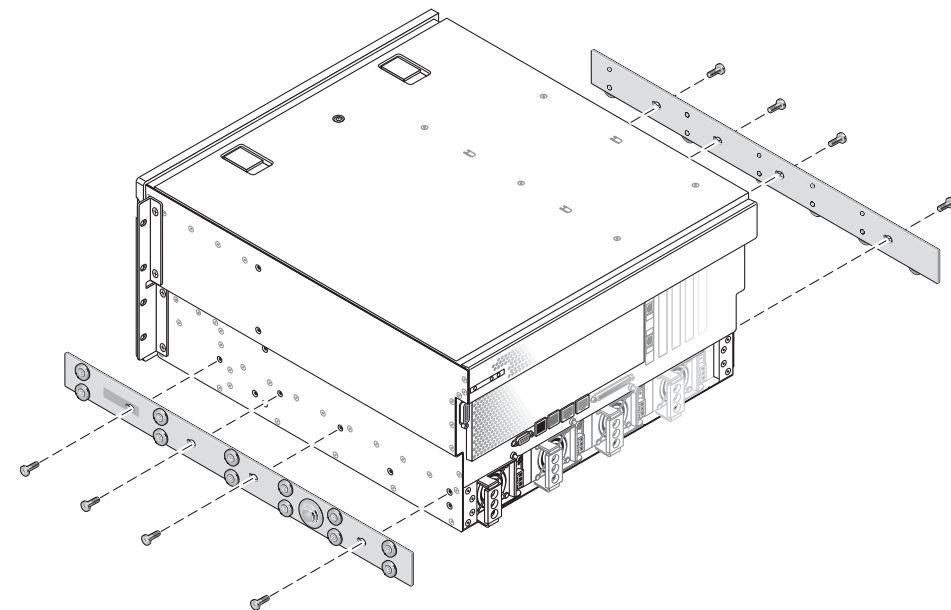

图 3-9 将滑轨固定到系统机箱上
5. 将滑轨的各个孔与服务器两侧相应的孔对齐，然后使用产品套件中的八颗螺丝（每侧使用四颗），将滑轨固定到服务器的两侧（图 3-9）。